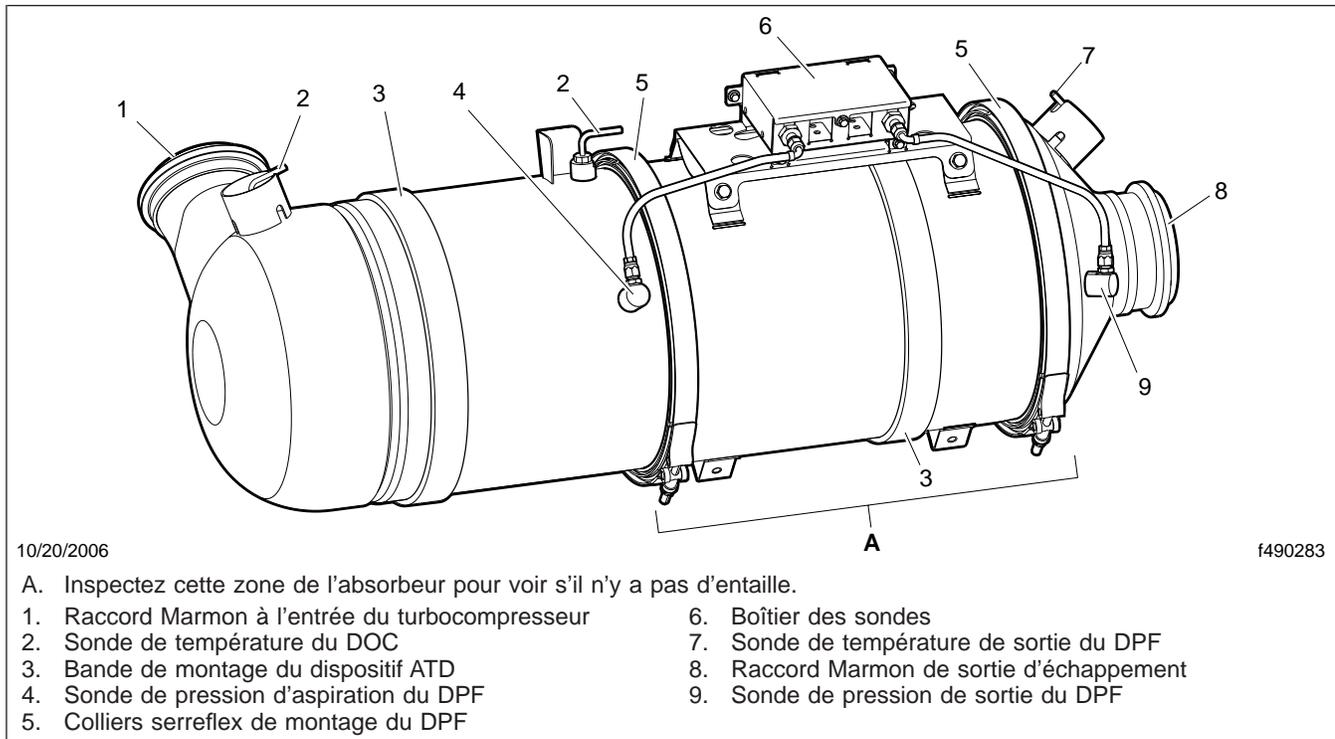

Fig. 4, Dispositif type de traitement à la sortie
IMPORTANT : Le dispositif de traitement à la sortie (ATD) en particulier, qui fait partie du système de traitement à la sortie (ATS), doit faire l'objet d'une attention spéciale lors des inspections d'entretien prévues; voir la figure 4. Il ne doit y avoir aucune fuite nulle part dans le système. Si vous constatez la présence d'anomalies, reportez-vous à la documentation technique du fabricant du moteur pour les instructions de réparation.
7. Examinez la surface extérieure du filtre à particules pour vous assurer qu'elle ne présente pas d'entaille ou autres dommages. Référez-vous à l'élément A de la figure 4. Une entaille d'un diamètre supérieur à 76 mm (3 po) et d'une profondeur supérieure à 6 mm (1/4 po) peut causer un dommage interne au filtre à particules et affecter son fonctionnement.